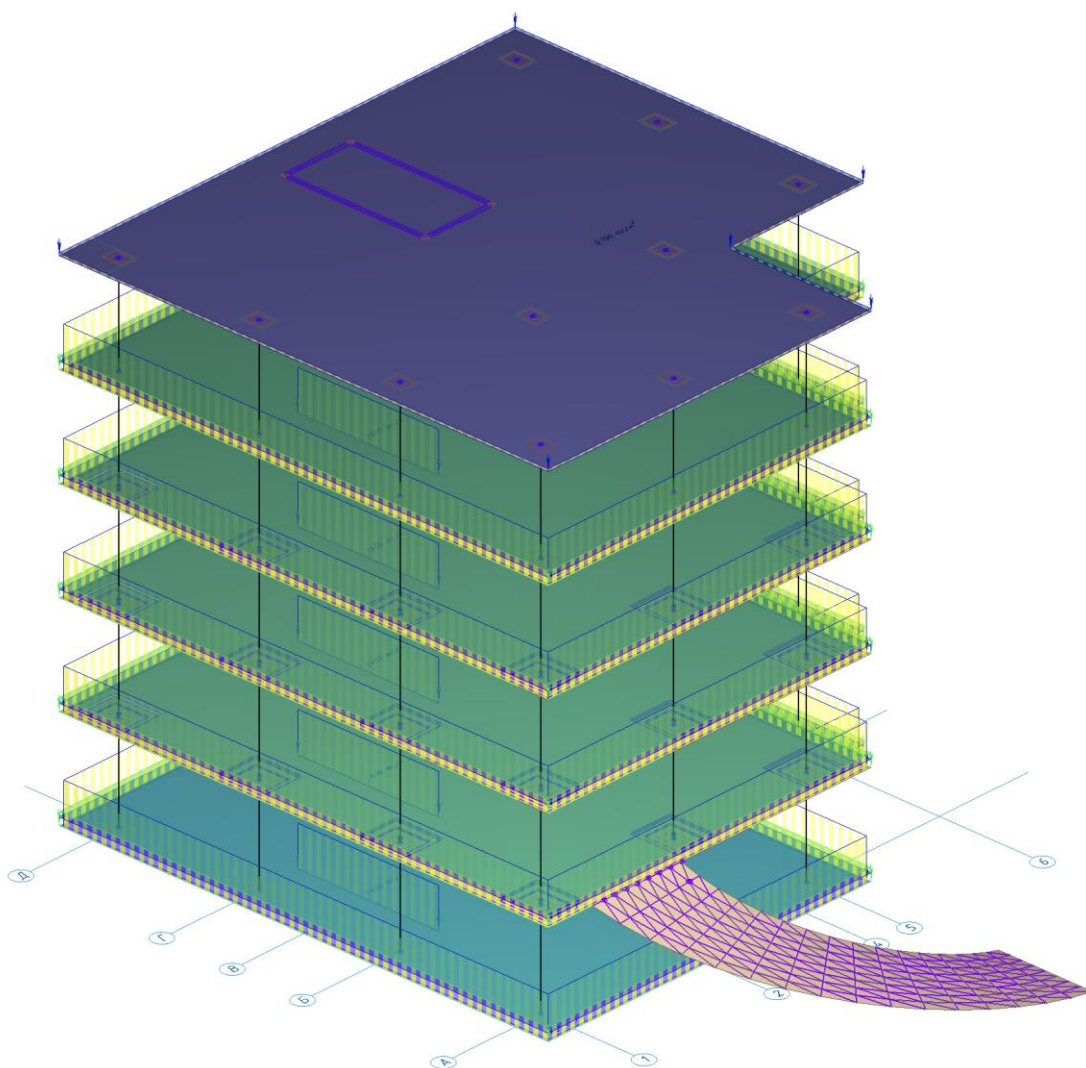

Рис. 23.32. Розрахункова модель з виконаними перетинаннями
- Розрахункова модель з виконаними перетинами буде виглядати наступним чином (рис. 23.32)